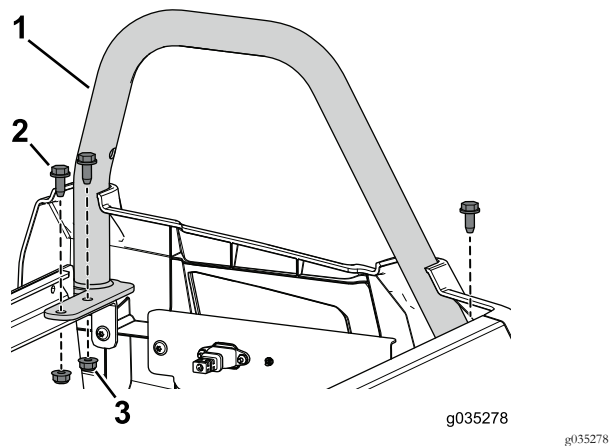

図 91
12. 左後腰部ガードを座席ベースアセンブリに固定する先ほど外したフランジボルト3/16 x 3/4 インチ3本とフランジナットを使う 図 91。